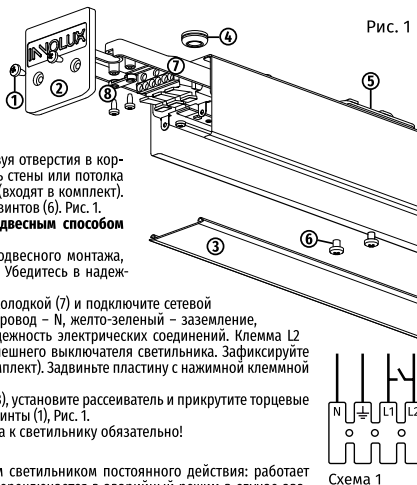

Рис. 1
Наметьте и просверлите два отверстия для установочных скоб (5) на поверхности стены или потолка по месту установки. Расстояние между центрами отверстий указано в Технические характеристики». Установите пластмассовые дюбели из монтажного комплекта в отверстия. Открутите винты (6), которыми закреплены установочные скобы (5), используя отверстия в корпусе светильника. Установите на поверхность стены или потолка установочные скобы (5) при помощи винтов (входят в комплект). Закрепите светильник на скобы при помощи винтов (6). Рис. 1.
Установите на скобы (5) 2 комплекта для подвесного монтажа, приобретаются отдельно (артикул – 96 578). Убедитесь в надежности подвеса, Рис. 1.
3. Выдвиньте пластину с нажимной клеммной колодкой (7) и подключите сетевой провод в соответствии со схемой 1. Синий провод – N, желто-зеленый – заземление, белый – L1, коричневый – L2. Проверьте надежность электрических соединений. Клемма L2 предназначена для реализации вкл/выкл внешнего выключателя светильника. Зафиксируйте провод зажимом и шурупами (8) (входят в комплект). Задвиньте пластину с нажимной клеммной колодкой, Рис. 1.
4. Отрежьте необходимую длину рассеивателя (3), установите рассеиватель и прикрутите торцевые крышки (2) к корпусу, используя монтажные винты (1), Рис. 1.
1. Выдвиньте пластины с нажимной клеммной колодкой (7) и подключите коннекторы из монтажного комплекта, Рис. 1.
2. Закрепите соединительные скобы из KC-01-1-ДСО-06 в светильник винтами (входят в комплект), задвиньте пластины с нажимной клеммной колодкой (7) и закрепите соединительные скобы в другом светильнике.
2. Введите сетевой провод в корпус через уплотняющее отверстие (4), Рис. 1.